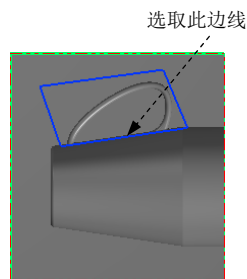

图 21.23 选取切削范围边线
(2) 设置加工边界。在 **Containment boundary** 区域中单击 按钮，系统弹出“串连选项”对话框。在图形区中选取图 21.23 所示的边线，单击 按钮，系统返回至“刀具路径的曲面选取”对话框。
(3) 单击 按钮，完成加工区域的设置，同时系统弹出“曲面粗加工等高外形”对话框。